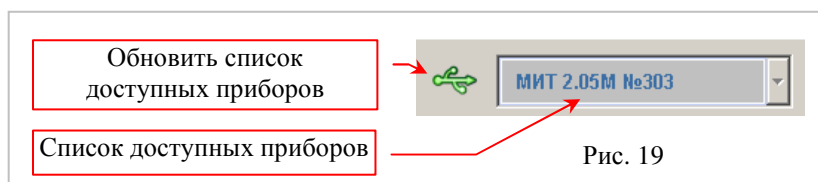

Рис. 19
2.4.5 Управление связью с подключёнными приборами (рис.19)